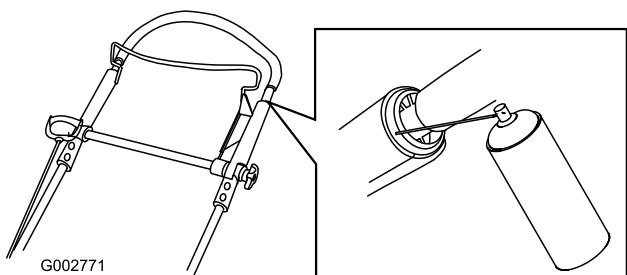

Figura 46
- Rocíe sobre el extremo de plástico exterior del manillar interior (Figura 46).